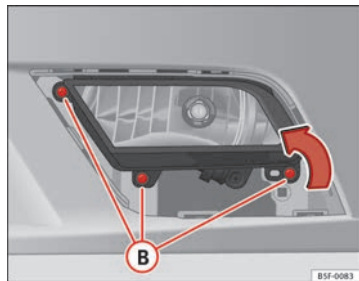

Fig. 188 Faro antiniebla
- Retire los tornillos (3x) ⇒ fig. 188 **B** para extraer el faro antiniebla.